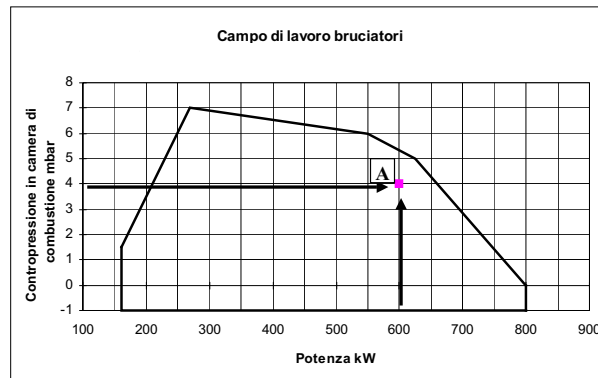

Fig. 1
Tracciare, sul diagramma “Campo di lavoro” del bruciatore (Fig. 1), una retta verticale in corrispondenza della potenza al focolare e una retta orizzontale in corrispondenza del valore di pressione di interesse.
**ATTENZIONE:** una volta montata la rampa secondo lo schema riportato in Fig. 1, deve essere effettuata la prova di tenuta del circuito gas, secondo le modalità previste dalla normativa vigente.